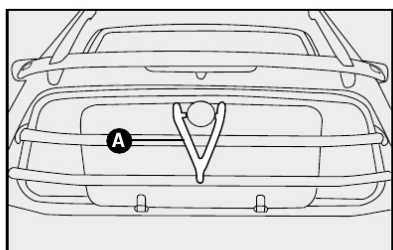

fig. 77
- introduzir o vidro do teto solar, com a manivela de basculamento voltada para o compartimento de carga, no espaço existente entre o vidro traseiro e a grade de proteção, fazendo-o deslizar por entre as guias existentes para esta finalidade **fig. 77**;
- fixar o vidro do teto solar à grade de proteção por meio da correia de borracha **A-fig. 77** (localizada na bolsa de ferramentas), conforme indicado.